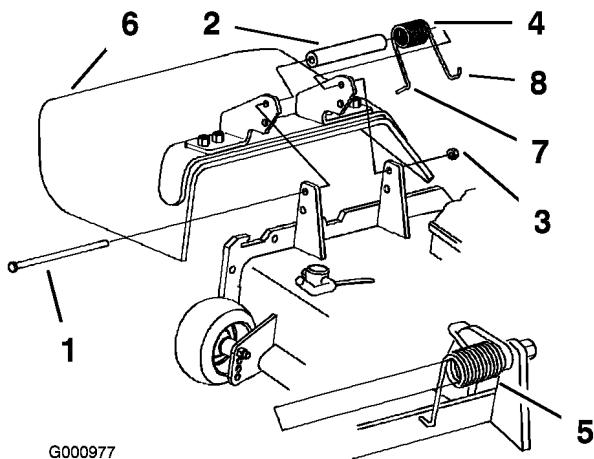

Figure 80
1. Retirez le contre-écrou, le boulon, le ressort et l'entretoise qui fixent le déflecteur aux supports de pivot (Figure 80). Enlevez le déflecteur s'il est endommagé ou usé.
Remarque: Prenez soin de placer l'extrémité en L du ressort derrière le bord du plateau avant de mettre le boulon en place, comme illustré (Figure 80).
3. Remettez le boulon et l'écrou. Accrochez l'extrémité en J du ressort au déflecteur d'herbe (Figure 80).